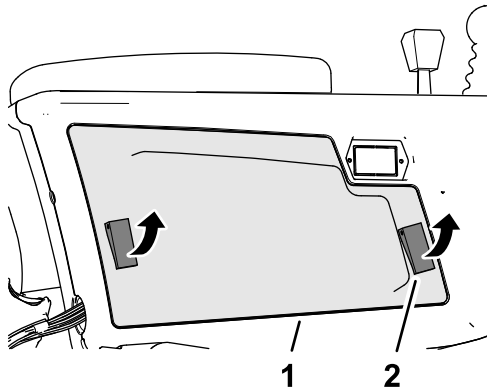

Figura 87
- Abra los 2 enganches que sujetan la cubierta del brazo de control al brazo de control, y retire la cubierta (Figura 87).